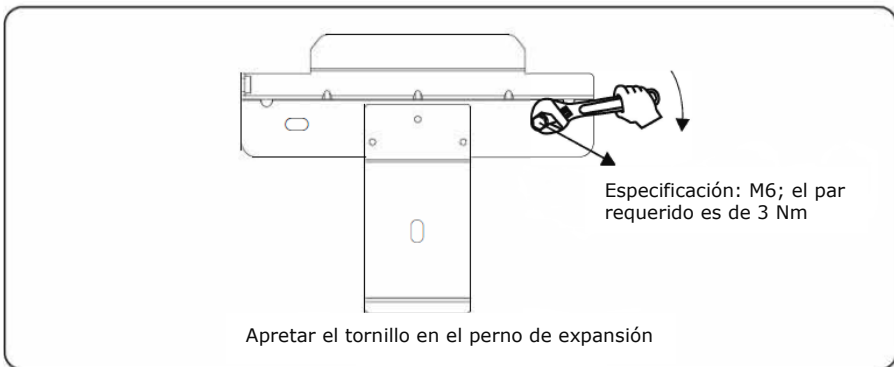

Figura 4.13 Fijación del panel posterior
**Paso 5** Alinee el panel trasero con los agujeros, inserte los pernos de expansión en los agujeros a través del panel real, y aligere los pernos de expansión a un par de 3 Nm utilizando una llave dinamométrica, como se muestra en la Figura 4.13.